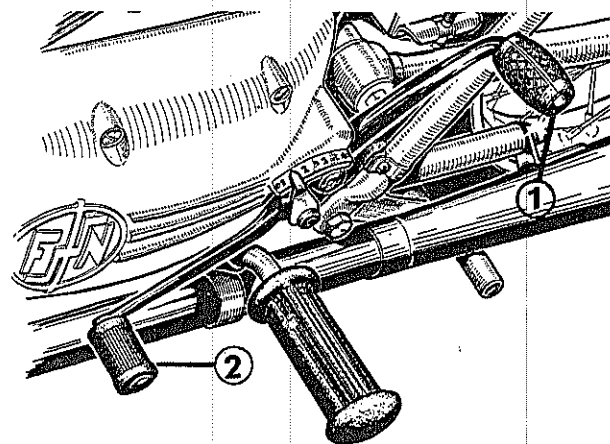

Fig. 3
4. De **kickstarter** (pedaal voor het aanzetten) is geplaatst aan de linkerzijde van de motor (Fig. 3, n° 1).
5. De **voetschakelaar**, eveneens links, maakt mogelijk de gewenste overbrengingsverhouding in te schakelen. Een indicator geeft aan, welke versnelling ingeschakeld is (Fig. 3, n° 2).